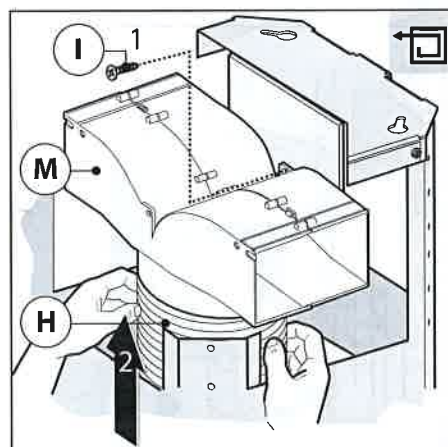
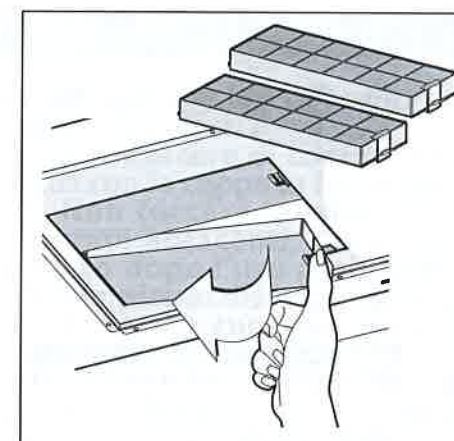
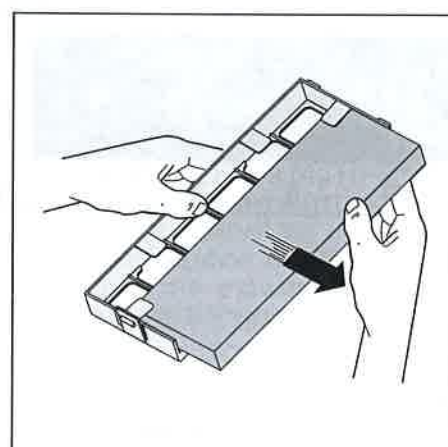

Fig.13
Fig.16
Fig.17
•Versione filtrante: abbiamo disponibili due tipi diversi di Kit, uno con filtri a carbone a cassetta (Fig.16) e l'altro con i filtri al carbone rigenerabili (lavabili) (Fig.17).
-Collegare il tubo flessibile al deflettore **M** e fissare la vite **I** come indicato in Fig.13, i filtri al carbone attivo devono essere applicati al gruppo aspirante posto all'interno della cappa (Fig.16).